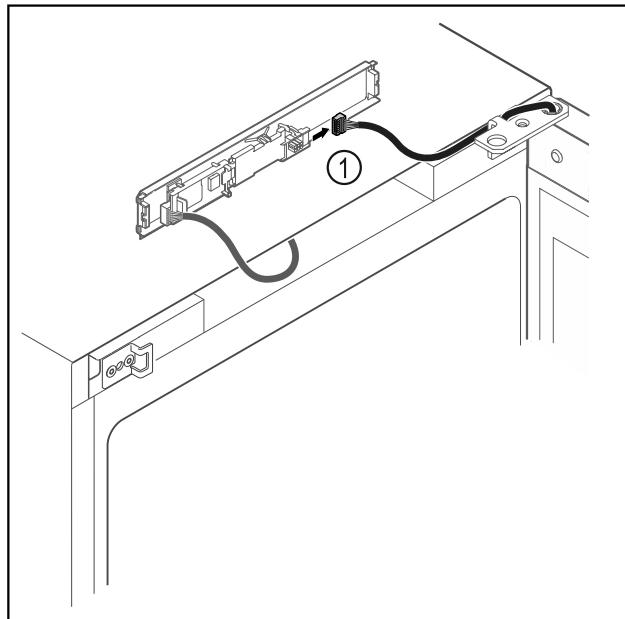

Fig. 14
► Отсоедините штекер Fig. 14 (1) от панели.